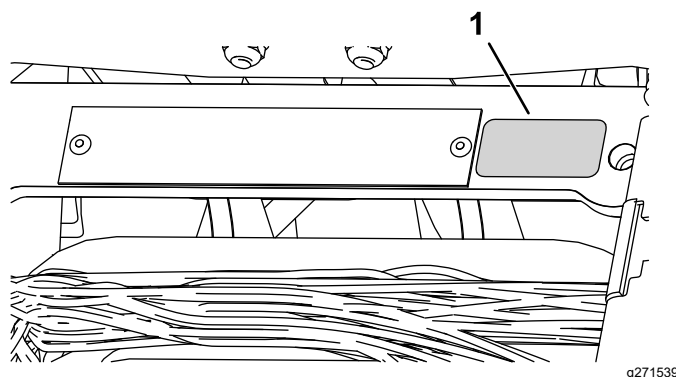

図 10
- シリアルプレートの近くに製造年デカルを貼りつける図 10。